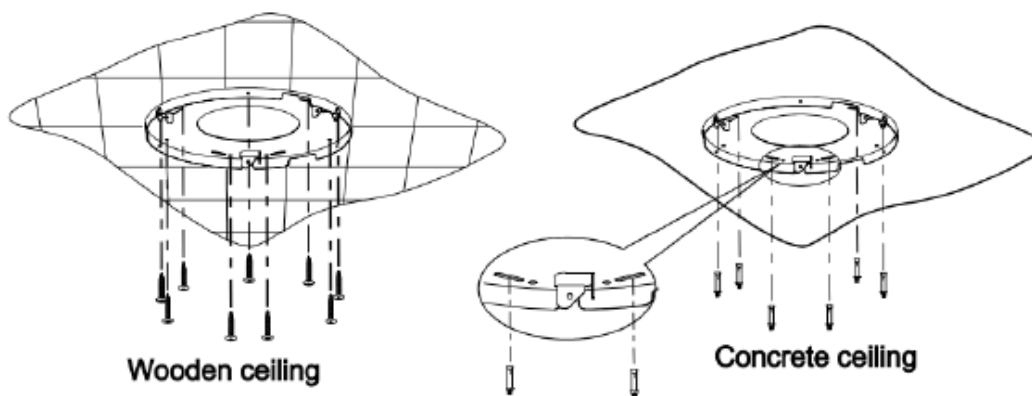

Рис. 2
4. Відповідно до площини підвісу просвердліть 9 отворів у стелі. Використовуйте 9 шт. гвинтів ST6X40мм для прикріплення площини підвісу на дерев'яній стелі, або 6 шт. гвинтів, що розкриваються, для бетонної стелі. Див. рис. 2.